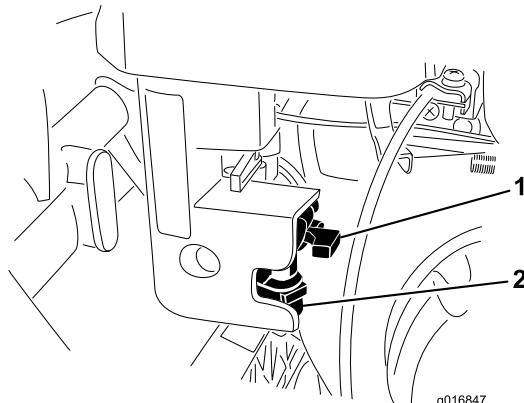

Figura 40
1. Cierre la válvula de cierre del combustible y desenrosque el portafiltro del cuerpo del filtro (Figura 40).